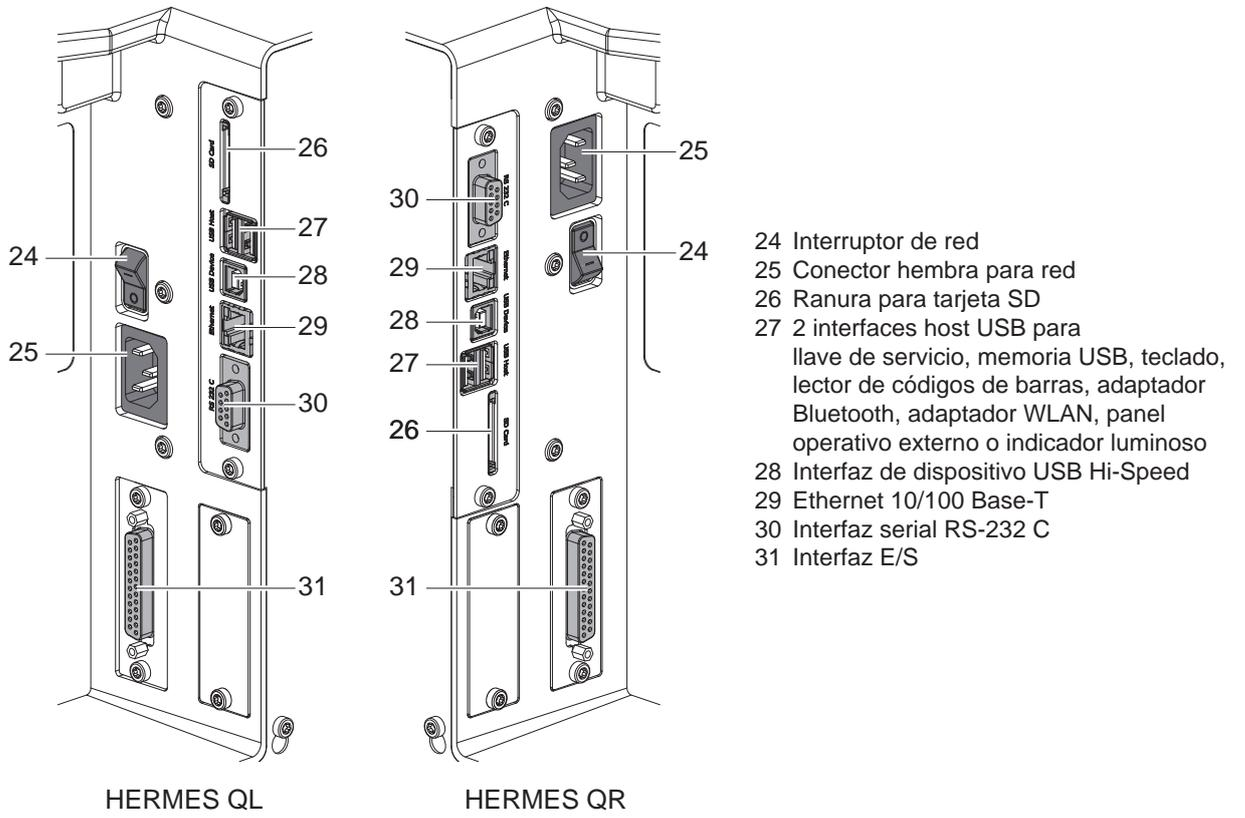

Figura 6 Conexiones
2. Insertar el cable de red en el conector hembra para red (25/Figura 6).
- ▶ Conectar la impresora mediante el interruptor de red (24/Figura 6).